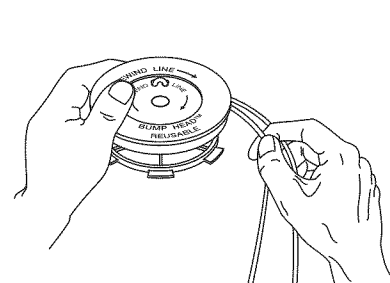

Fig. 18
- Bobine las líneas en capas parejas y ajustadas sobre el carrete (Fig. 18). Bobine la línea en la dirección indicada en el carrete interior. Coloque su dedo índice entre las dos líneas para evitar que se superpongan. No superponga los extremos de la línea. Proceda al paso 12.